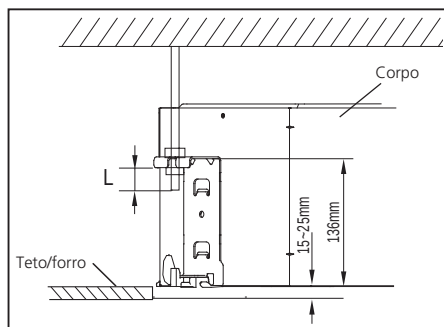

FIG. 11
- i) Ajuste a posição da unidade para garantir um espaçamento por igual entre e os lados e o teto/forro. A parte inferior da unidade deve ter uma diferença de altura de 25mm (Fig. 11) em relação ao teto.